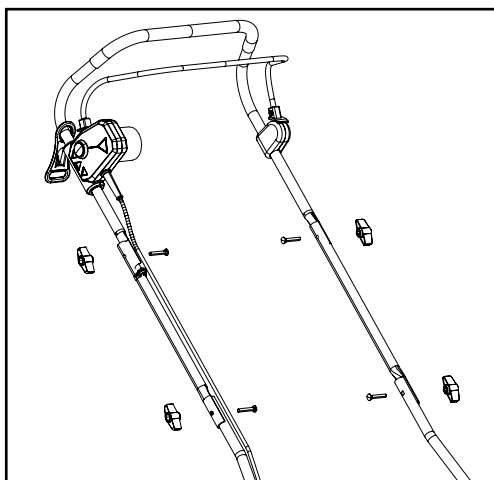

Рис.4
4. Совместите средние планки ручек с нижними. Убедитесь, что отверстия на ручках соответствуют друг другу, и закрепите их с помощью одной ручки и одного болта с каждой стороны. Таким же образом совместите верхние планки ручек со средними планками ручек (рис.4).